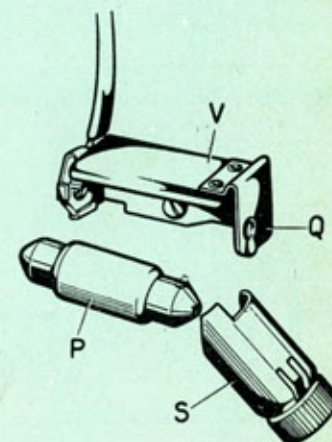

Fig. 26
- Remove light bulb « P » together with its shade from lamp holder « V » (Fig. 26).